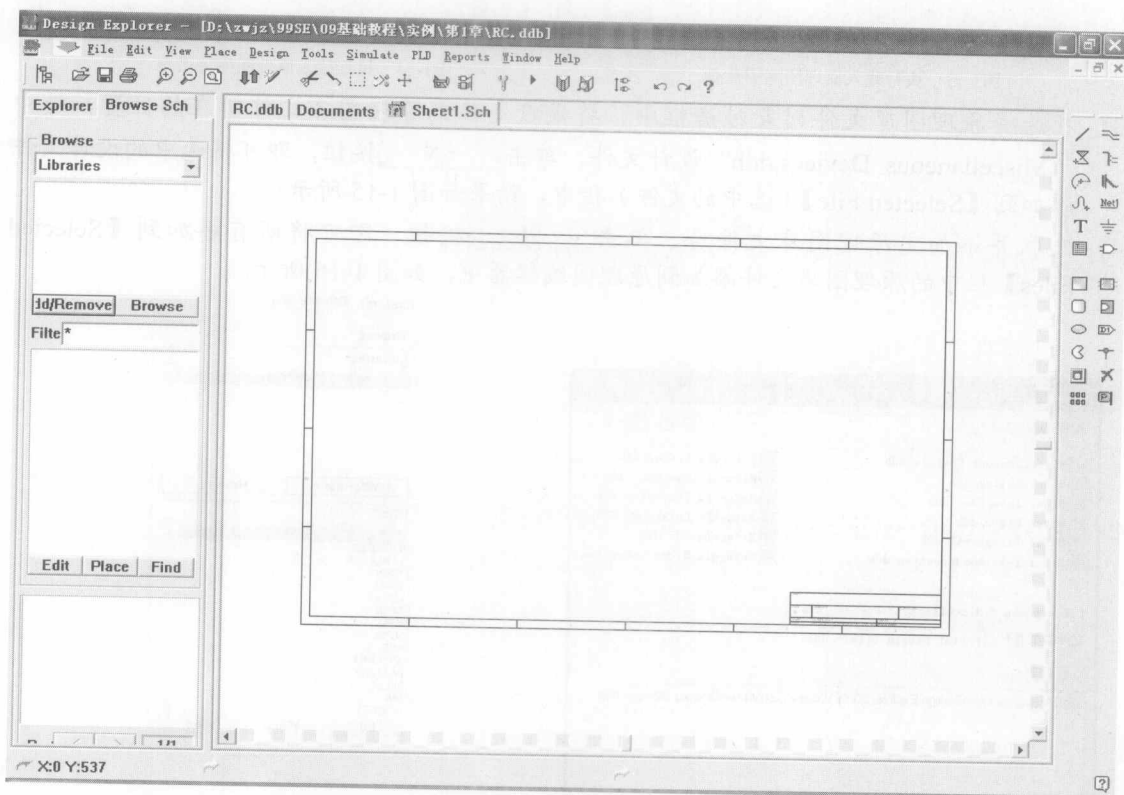

图1-12 原理图编辑器
- (4) 给原理图设计文件重新命名，本例中命名为“RC.Sch”。
- (5) 执行菜单命令【File】/【Save All】，将该原理图设计文件存储至当前设计数据库文件中。
- (6) 将鼠标指针移到原理图文件图标上，然后双击鼠标左键，即可激活原理图编辑器，结果如图 1-12 所示。